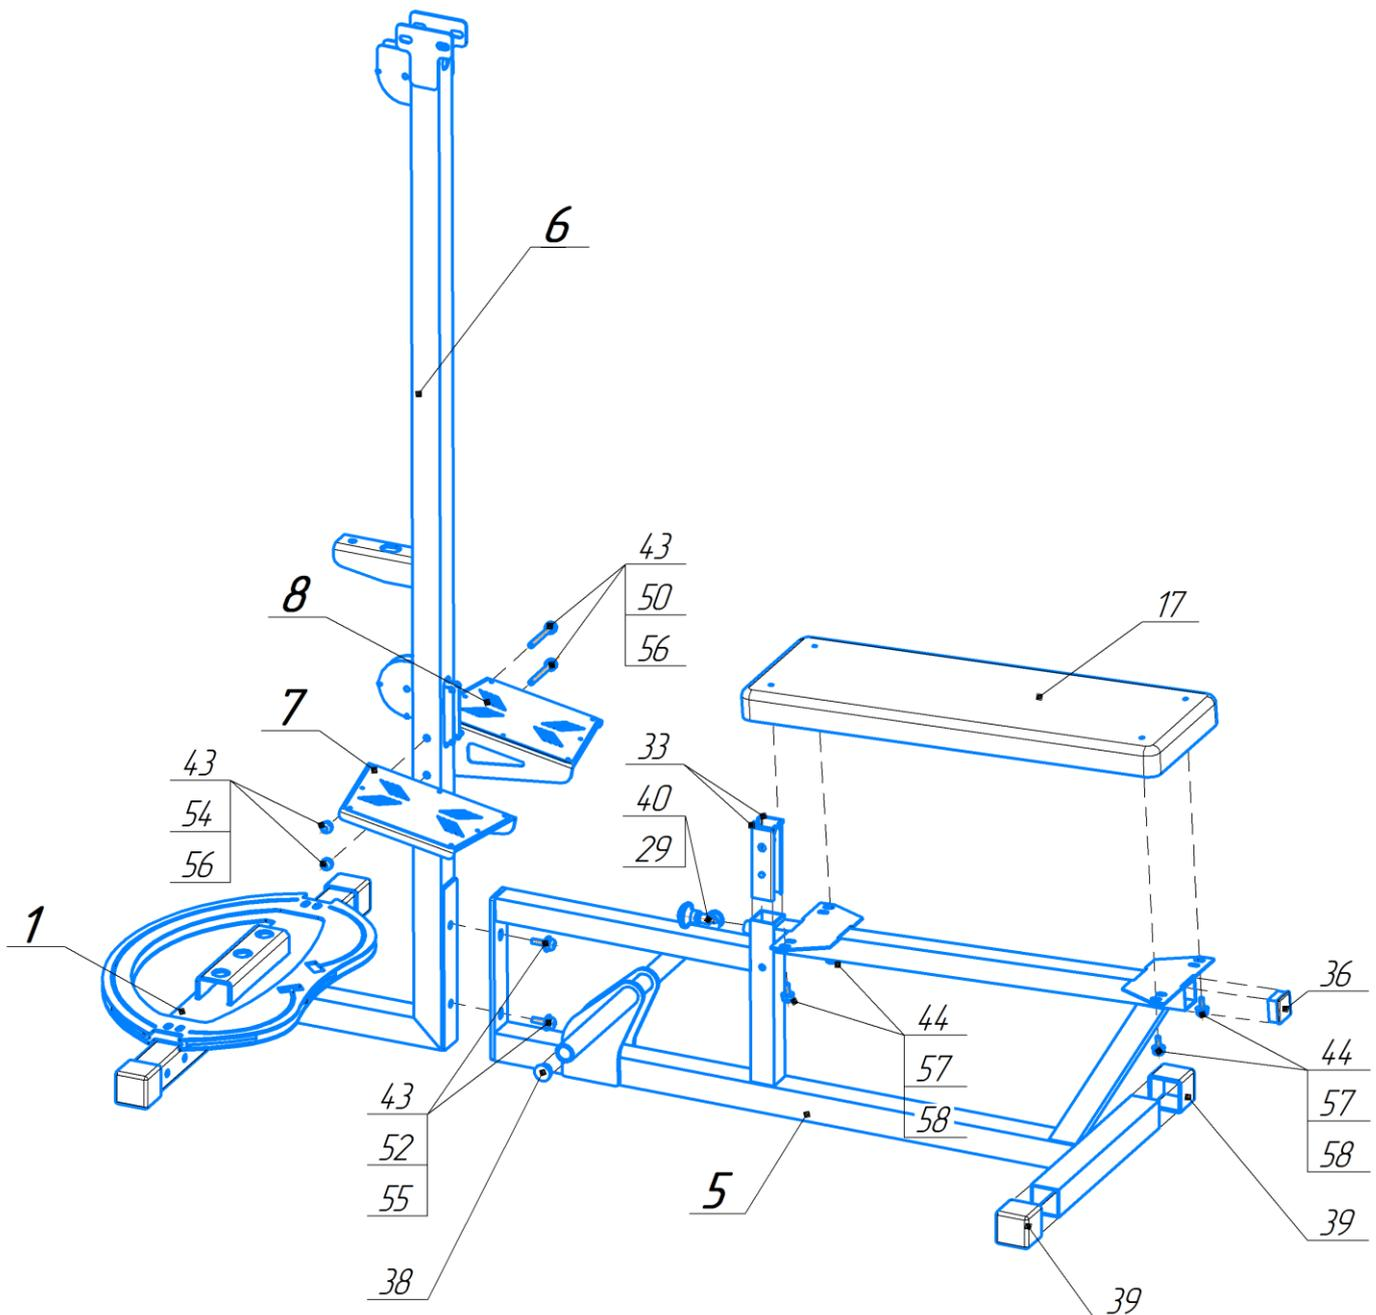

Рис.5. Схема сборки этапа №2
1. На подготовленную конструкцию на Этапе №1 установить основание сидения (5) используя болты М10х35 (55) через шайбы увеличенные (55). Использовать ключ на 17 мм (Г). Наденьте колпачки (43) на каждый болт.
2. Установите 2 опорные лапы (39) как показано на рис.5. Используйте молоток(3), забивать следует через деревянный брусок.
3. Установите две заглушки (38) на упоры для ног как показано на рис.5. Используйте молоток(3), забивать следует через деревянный брусок.
4. Установите заглушку (36) как показано на рис.5. Используйте молоток(3), забивать следует через деревянный брусок.
1. Установите фиксатор пружинный (29) через шайбу пружинную (40)(при необходимости) в стакан фиксатора, расположенный на основании сидения (5), как указано на рис. 5. Использовать ключ на 12 мм (Б).